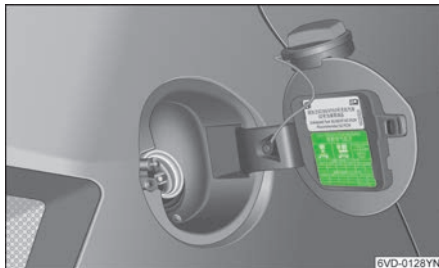

图 148
- 4、根据汽车负荷和驾驶需要适当调整轮胎气压，可按照轮胎气压标牌，> 图 148，见第 105 页上的信息对轮胎气压进行调整。